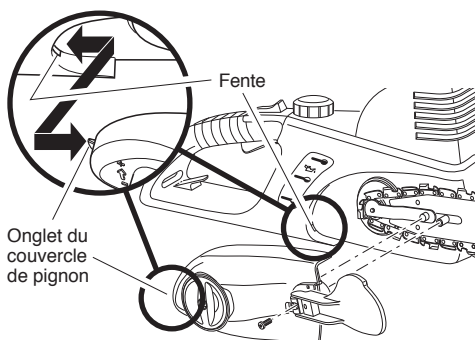

Figure 16 - Insertion de l'onglet du couvercle de pignon dans la fente
1. Insérer l'onglet du couvercle de pignon dans la fente du corps de la tronçonneuse (voir la Figure 16).